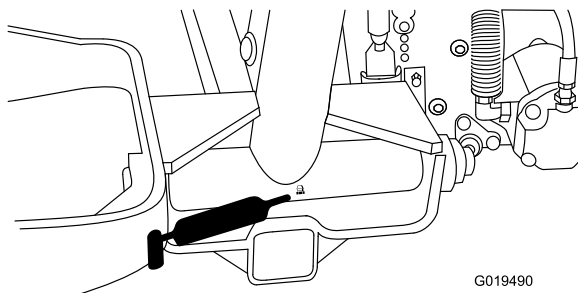

Figure 49
- Pivot de bras de levage (3) (Figure 49).